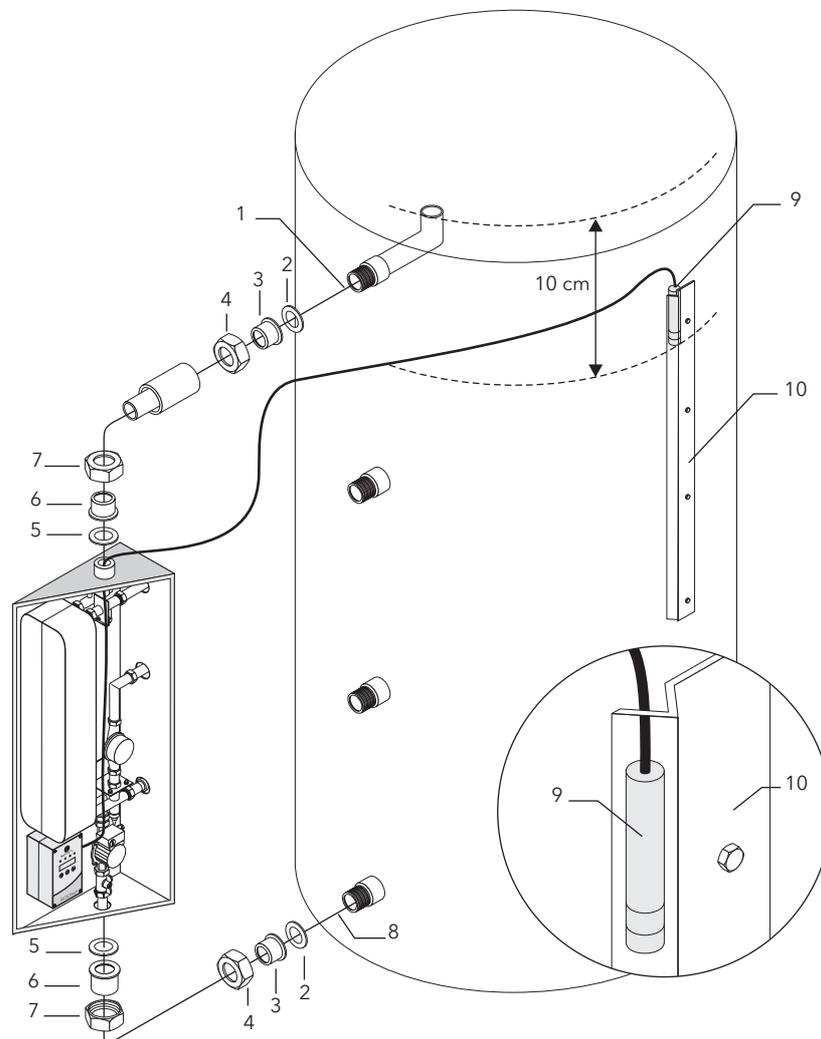

Bild 7 Primärkreis installieren
Bitte beachten Sie, dass die Funktion „Desinfektion“ nur dann bestimmungsgemäß betrieben angewendet werden kann, wenn der Speichertemperaturfühler die Vorhaltemperatur im angeschlossenen Nachheizbereich korrekt messen kann. Der Fühler sollte daher 10cm unterhalb der tatsächlichen Entnahmestelle im Pufferspeicher an der Speicherwand (nach den Vorgaben aus Bild 7) befestigt werden.
3.6 Primärkreis installieren (Bild 7)